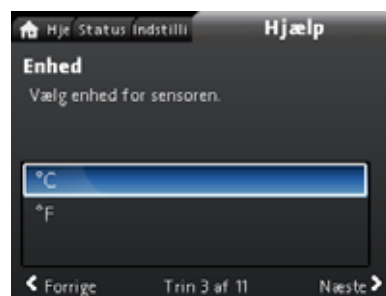

Fig. 66 Enhedsdisplay
2. Følg den trinvis vejledning for at afslutte opsætningen af sensorindgangen. Begynd med at vælge enheden for sensoren, se fig. 66, og slut med opsummeringsdisplayet.